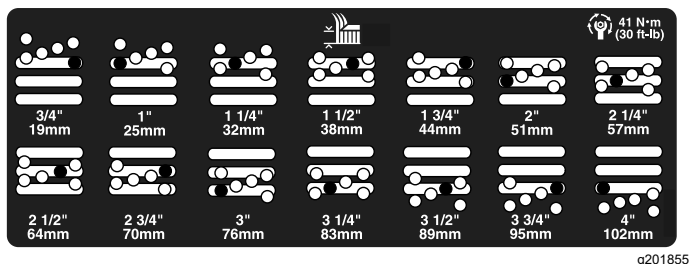

Figure 23
5. Placez la chambre à la hauteur de coupe voulue et mettez l'entretoise dans le trou et la fente correspondant à la hauteur de coupe désignée (Figure 23)